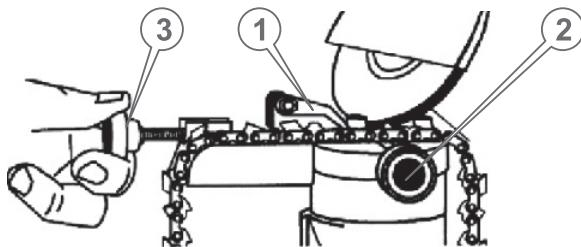

Рисунок 5
3. Опустите шаблон для точной фиксации цепи (1), чтобы шаблон располагался впритык к тыльной стороне режущего зуба (см. рис. 5), зафиксируйте цепь в этом положении винтом (2).
4. С помощью регулировочного винта фиксатора цепи (3) (см. рис. 5) обеспечьте надежную фиксацию цепи, чтобы не дать возможность цепи перемещаться в пазу в процессе заточки.
Прежде чем продвигать цепь в пазу и вполнять заточку следующего зуба, переведите клавишу «Вкл/Выкл» в положение «Выкл» и дождитесь полной остановки точильного диска. После чего ослабьте крепежный винт (2) (см. рис. 5) и продвиньте цепь для заточки следующего зуба.
При заточке следующего зуба цепи нет необходимости заново регулировать положение шаблона для точной фиксации цепи. Достаточно установить режущий зуб впритык к шаблону и зафиксировать данное положение винтом (2) (см. рис. 5), не допуская свободного перемещения цепи в пазу в процессе заточки.